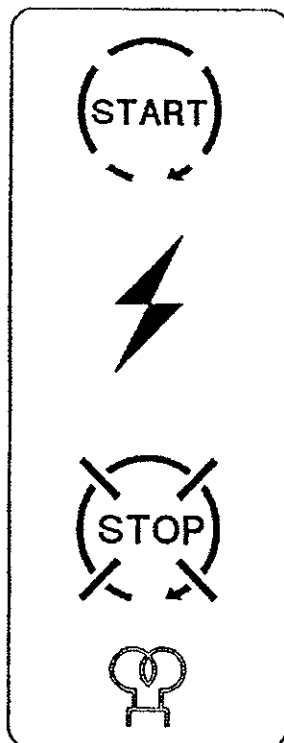

fig. 11
3) Girar la llave a la posición STOP (Fig. 11) para obtener la parada del motor y retirarla
- 3) Turn the key to the STOP (Fig. 11) position to stop the engine and release it.
- 3) Tourner la clé à la position du STOP (Fig. 11), pour arrêter le moteur et retirer la même.